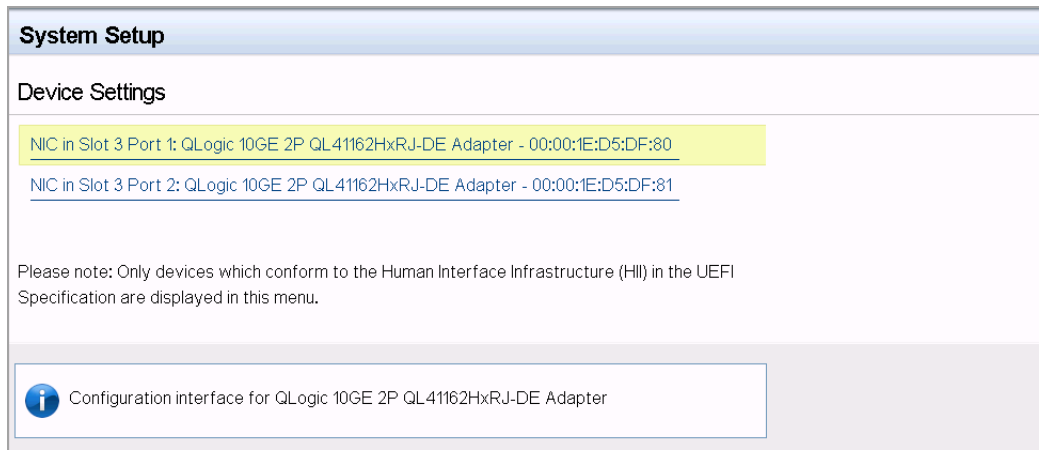

Ilustración 5-2. System Setup: Device Settings (Configuración del sistema: Configuración del dispositivo)
3. En la ventana Device Settings (Configuración del dispositivo) (Ilustración 5-2), seleccione el puerto del Adaptador de la serie 41xxx que desea configurar y, a continuación, pulse INTRO.